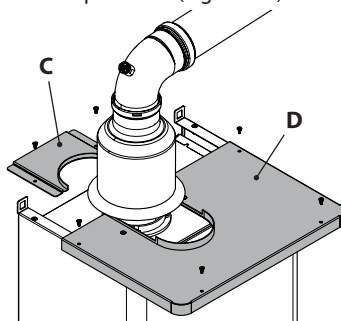

Figura 9.3
- Svitare le viti e rimuovere il particolare C e la copertura superiore D (Figura 9.3).